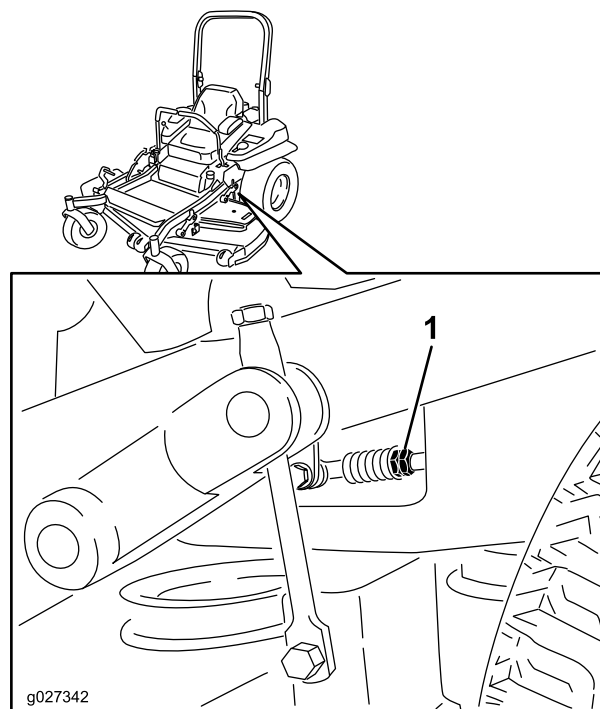

Figura 89
9. Regolate la lunghezza dell'asta di controllo della pompa facendo girare nella direzione opportuna i due dadi sull'asta, finché le ruote si spostano leggermente indietro (Figura 89).